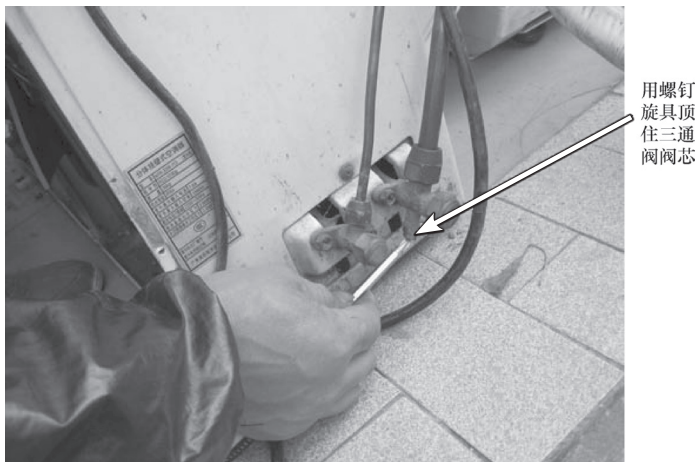

图 5-88 放制冷剂
8) 判断系统制冷剂多，将压力表打开，在开机的时候向外放制冷剂，如图 5-88 所示，观察压力的同时，注意到刚开始放出的制冷剂状态为液态，一直放制冷剂，当观察到放出的制冷剂为气液混合体，系统压力为 0.47MPa 时，停止放制冷剂，此时室内机吹风温度为 12℃（当时环温为 26℃），手摸
维修措施: 放掉多余的制冷剂, 如图 5-88 所示。